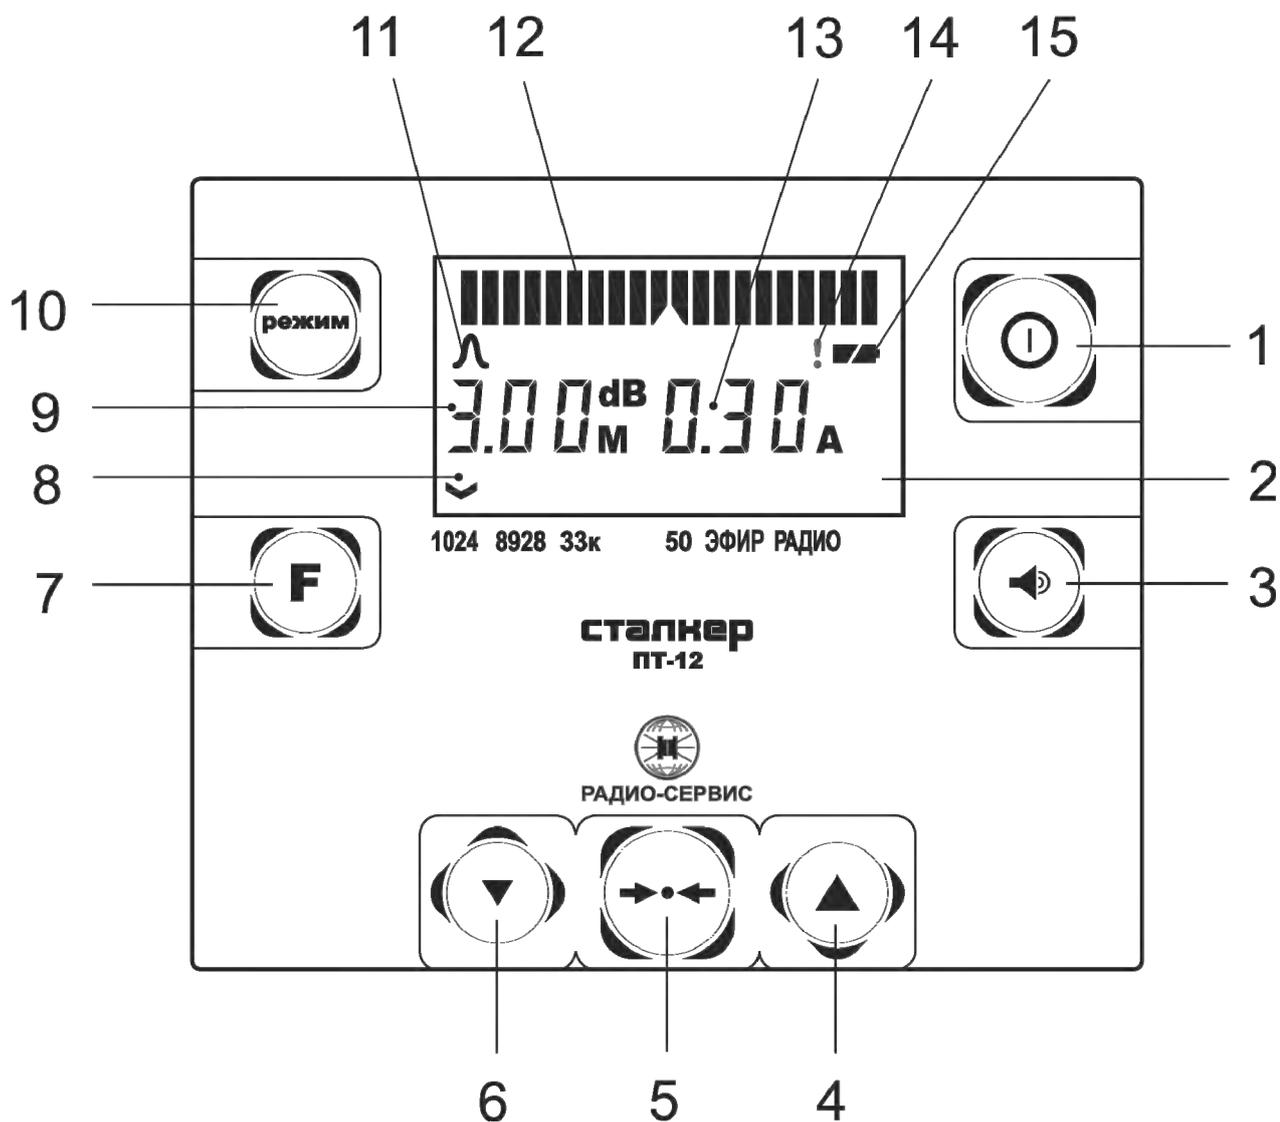

Рисунок 1.4.2 – Передняя панель приёмника
2.2.1 Включение и выключение приемника осуществляется нажатиями кнопки «**I**» (см. рисунок 1.4.2, поз. 1). После включения на индикаторе в течение 2 секунд отображается (слева направо) номер версии микропрограммы и уровень напряжения на источнике питания: при напряжении менее 5,8 В необходимо зарядить аккумулятор (см. п. 2.2.2) или заменить батареи в батарейном отсеке (см. п. 6.3).
Далее во время работы приемника уровень напряжения питания отображается в виде символа «Батарея» (см. рисунок 1.4.2, поз. 15): «полная батарея» – аккумулятор полностью заряжен, «половина батареи» – аккумулятор частично разряжен. При снижении напряжения питания ниже 5,8 В, символ батареи начинает мигать.
Процесс заряда аккумулятора отображается заполнением шкалы уровня сигнала (см. рисунок 1.4.2, поз. 12) на индикаторе. По завершению зарядки шкала горит постоянно.
Находясь над осью трассы следует нажать кнопку « $\leftrightarrow \bullet \leftrightarrow$ », при этом на линейной шкале отобразится 15 ± 1 деление. Затем однократно нажмите на кнопку увеличения усиления (поз. 4 рис.1.4.2), чем будет увеличено усиление приемника на 6 дБ (в 2 раза). Перемещаясь перпендикулярно оси трассы в одну и другую сторону найти такие положения, в которых уровень сигнала на линейной шкале будет таким же, каким над осью трассы до увеличения усиления, т. е. на линейной шкале будет отображаться так же 15 ± 1 деление. Расстояние между двумя этими положениями будет равно удвоенному расстоянию от приёмника до оси коммуникации.